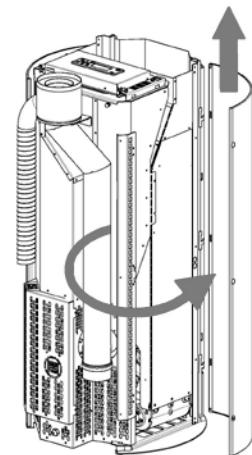

Fig. 73 - Abnehmen der Seitenwand
- Die Seite öffnen und aus den Pins aushängen (siehe **Fig. 73**).